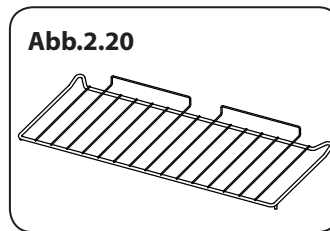

Abb.2.20
- 2 Ofenroste voller Breite (**Abb.2.20**)